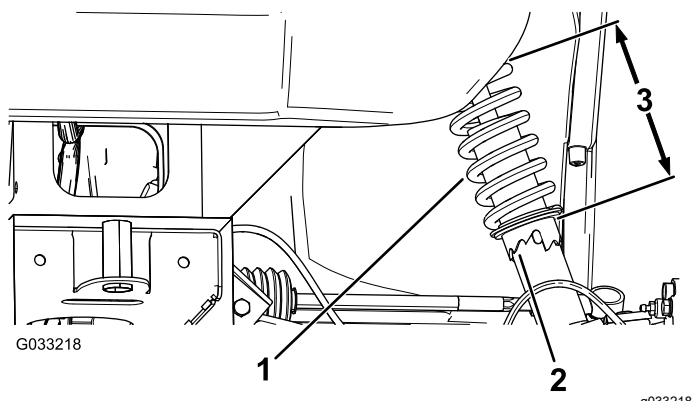

Bild 58
1. Drehen Sie den Stelling am Stoßdämpfer mit dem Werkzeug, (Toro Bestellnummer 132-5069, um die Länge der Feder zu ändern (Bild 58).